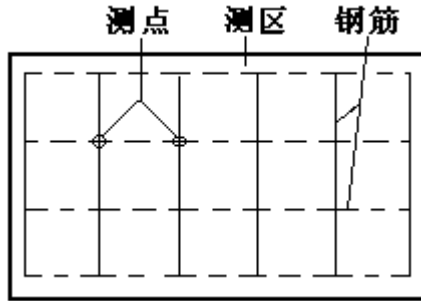
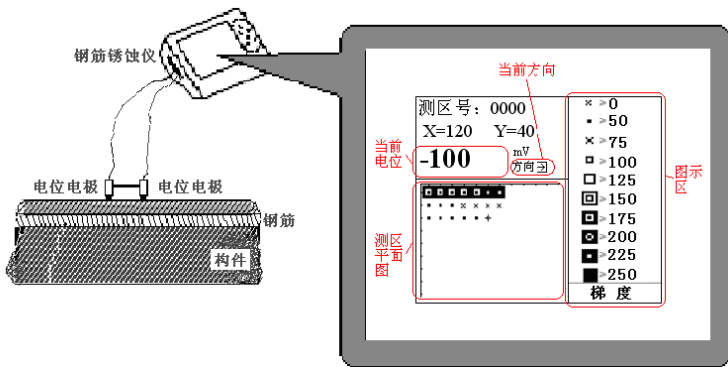
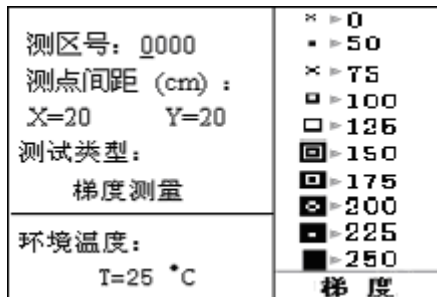

图 2.2 测区和测点布置
图 3.6 钢筋锈蚀仪梯度测试方式示意
图 3.7 参数设置界面图
- 先找到钢筋并用粉笔标出位置与走向，钢筋的交叉点即为测点(如图 2.2 所示)
梯度测试无需将混凝土凿开，用连接杆连接两个电位电极，测区和测点布置同图 2.2。点距建议采用 20cm。锈蚀仪连接见图 3.6。除测试类型改为梯度测试(如图 3.7 所示)，其它同电位测试。